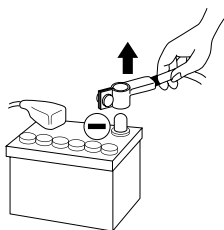

fig. 1
- **Avant d'entamer l'installation, déconnectez la borne négative de la batterie pour éviter tout risque de blessure, d'incendie ou d'endommagement du matériel. (fig. 1)**
- 2 - Débranchez le fil négatif de la batterie avant de commencer l'installation (**fig.1**).